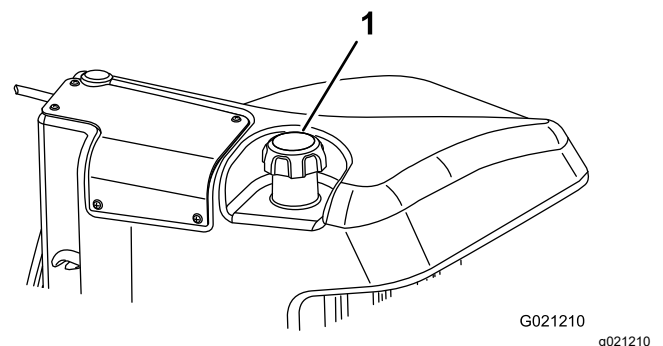

Figure 45
3. Retirez le bouchon du réservoir de carburant (Figure 45).